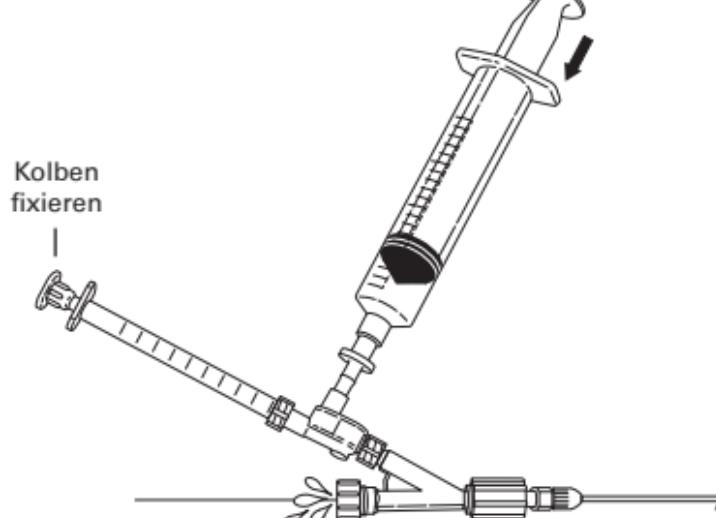

Abb. 6
8. Den Kolben der 1-ml-Spritze fixieren und die 20-ml-Spritze langsam herunterdrücken, um alle restlichen Luftblasen zu entfernen. Wenn das System vollständig entlüftet ist, das Tuohy-Borst-Ventil um den Tip-Okkluder herum festziehen. (**Abb. 6**)